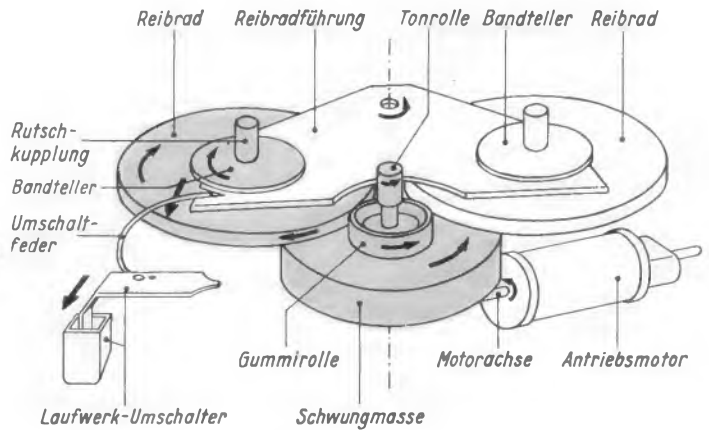

Bild 7b. Antrieb des Bandtransportes bei Spur II
4. Antrieb des Bandtransportes bei Spur II (Bild 7b). Durch elektrische Umschaltung ändert sich die Drehrichtung des Antriebsmotors. Tonrolle und Schwungrad laufen nun in umgekehrter Richtung. Die Reibradführung wird von der Umschaltfeder nach rechts gedrückt. Das rechte Reibrad ist vom oberen Gumming der Schwungmasse abgehoben, das linke Reibrad wird jetzt durch Friktion von der Schwungmasse angetrieben und überträgt seine Drehbewegung über eine Rutschkupplung auf den Bandspulenteller.